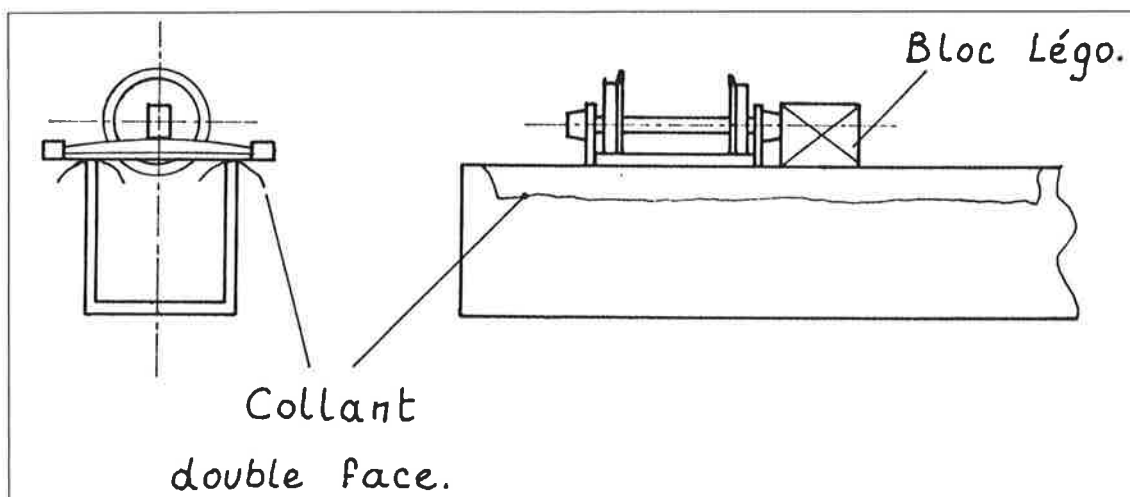

FIGURE 14
8. On peut maintenant coller la deuxième boîte à essieu. L'essieu étant en place, il faut prévoir un montage spécial (voir fig. 14).